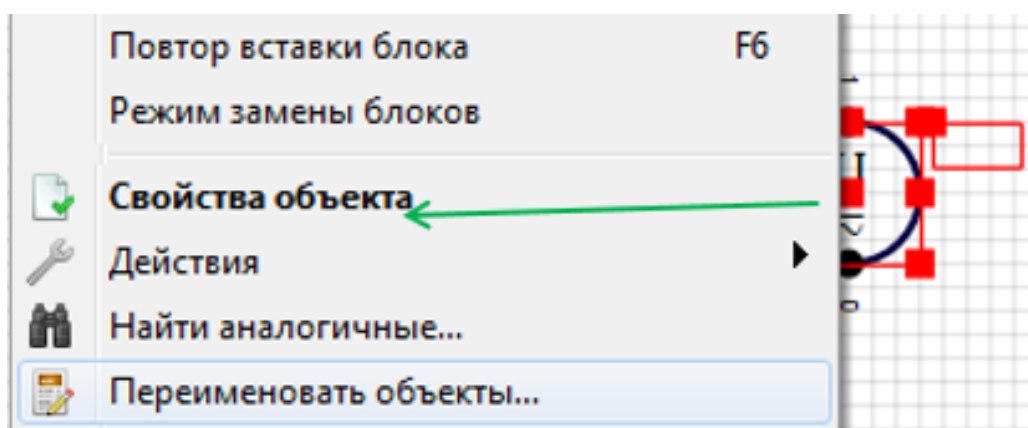

Рис. 1.11
5. Свойства блоков задаются через окно **Свойств**, которое либо выбирается в контекстном меню для выбранного блока (рис. 1.11), либо открывается двойным щелчком по выбранному блоку.